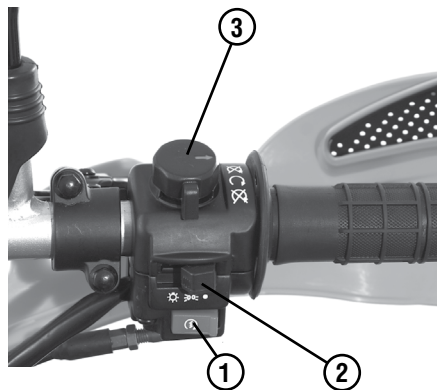

Рис.7 Блок переключателей на руле правый
⊗ ближний свет, ⊕ дальний свет. Функционирование переключателя света фары осуществляется только тогда, когда выключатель световых приборов правого блока переключателей на руле (рис.7, поз.2) находится в положении ⊗.
**Блок переключателей на руле правый (рис. 7)** включает в себя следующие органы управления:
**Кнопка электростартера (рис. 7, поз. 1)** служит для запуска двигателя.
**Выключатель световых приборов (рис. 7, поз. 2)** имеет три фиксированных положения:
**Стоп-двигатель (рис.7 поз. 3)** имеет два фиксированных положения: